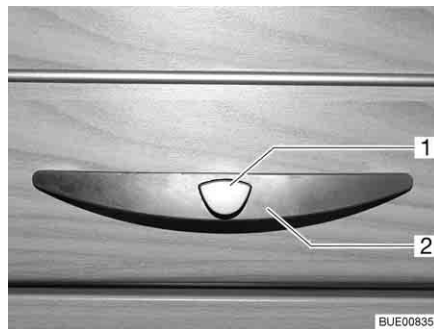
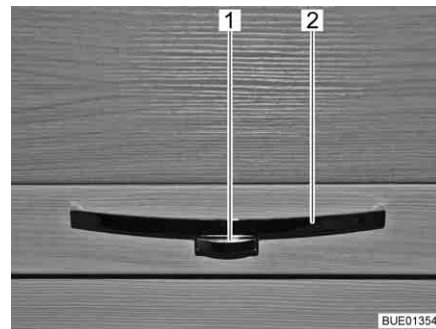

Bild 53 Skåplucka med handtag (exempel)
Bild 54 Skåplucka med handtag (exempel)
- Tryck på låsknappen (Bild 53,1 eller Bild 54,1) på handtaget (Bild 53,2 eller Bild 54,2) och håll den nedtryckt.